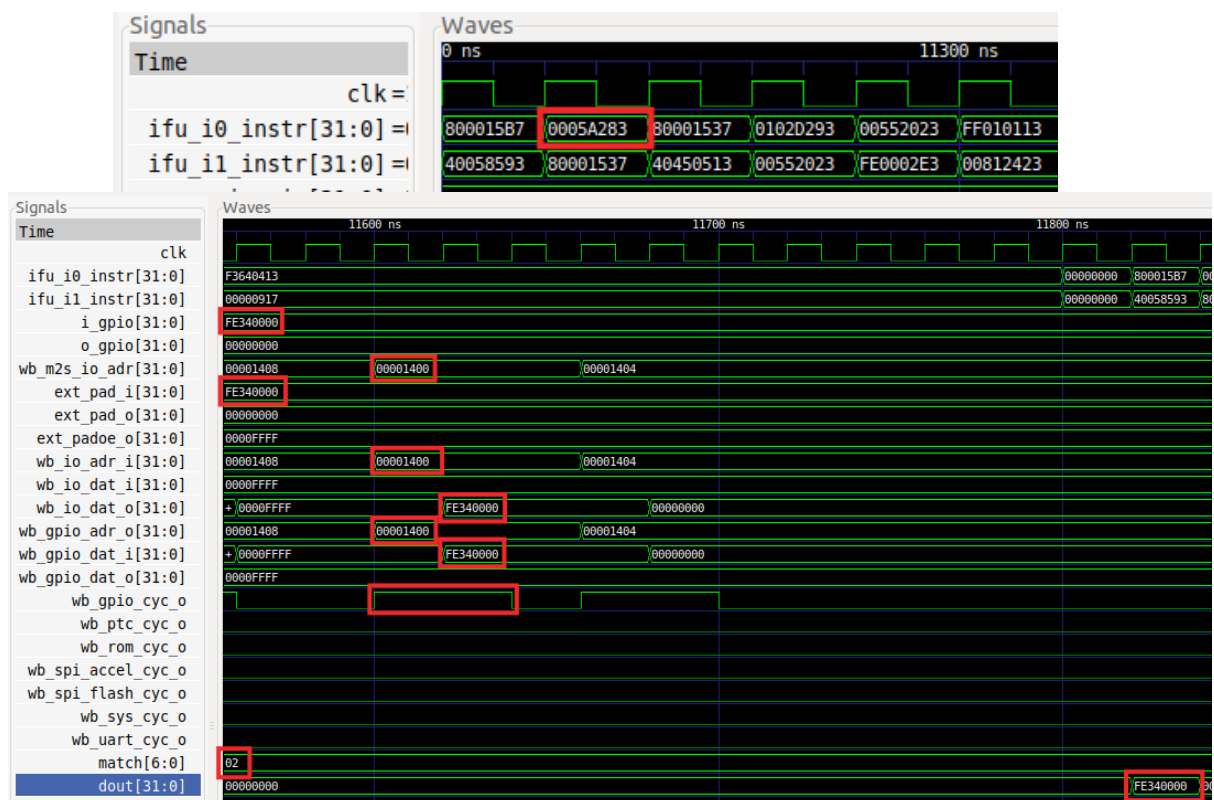

Figura 2 . Simulação da leitura dos interruptores (Switches)
Defina o mesmo intervalo de tempo de 11100ns-12000ns. A instrução de leitura (`0x0005a283`) é carregada em torno de 11200ns em `ifu_i0_instr` (consulte Figura 2).
- O valor dos interruptores é fornecido ao módulo GPIO por meio dos sinais `i_gpio` e `ext_pad_i` (pode rever o código da Figura 2). pode verificar na figura que o valor simulado para os interruptores no testbench é 0xFE34, pois esse é o valor contido nos sinais `i_gpio[31:16]` e `ext_pad_i[31:16]`.